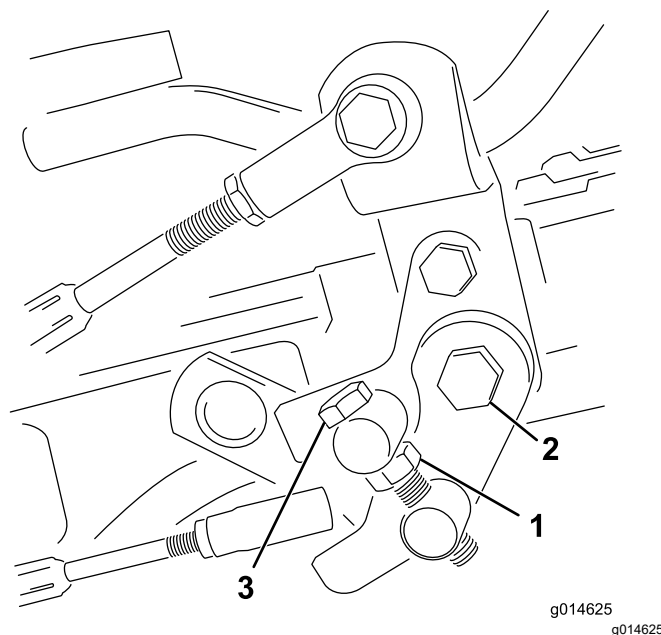

Figure 39
1. Desserrez l'écrou de blocage sur le boulon de tourillon (**Figure 39**).
4. Serrez l'écrou de blocage sur le boulon de tourillon et l'écrou sur le pivot de la pédale pour bloquer le réglage (**Figure 39**). Vérifiez le réglage et ajustez-le si nécessaire.